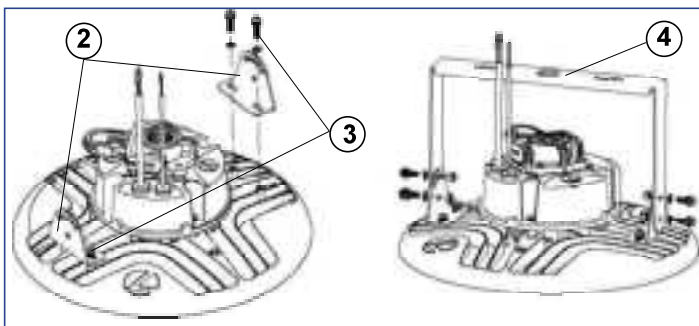

Figure 3
2.1 Retirer les quatre vis du boîtier du luminaire (voir la figure 3).
2.2 Placer le support d'installation sur le boîtier (2) du luminaire en alignant les trous d'installation avec les trous situés sur le boîtier. Installer les vis (3) de montage fournies pour fixer le support d'installation au boîtier du luminaire. (voir la figure 3).